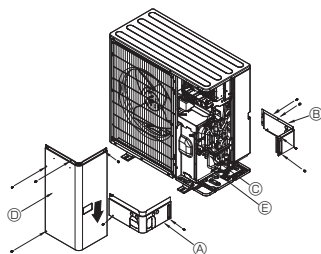

Fig. 5-3
5.3. Mise en place des tuyaux de réfrigérant (Fig. 5-3)